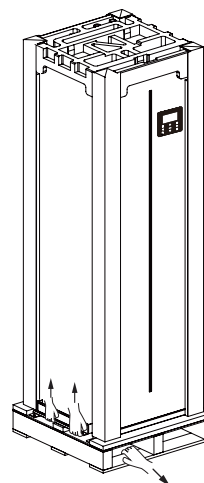

Рис. 2-4
- Четыре человека должны удерживать корпус устройства, при этом один из них вынимает из-под него поддон (см. Рис. 2-4).